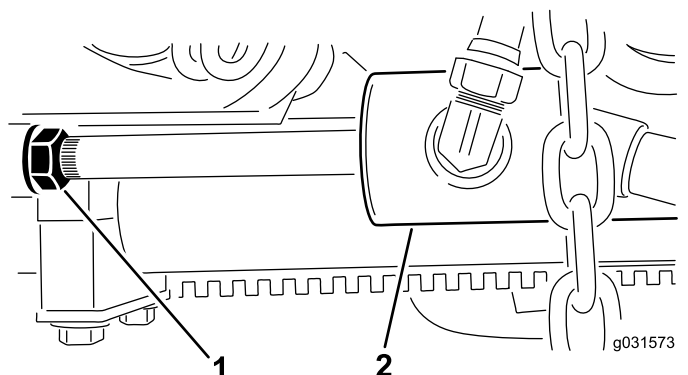

Figura 14
- B. Solte a porca de bloqueio no cilindro (Figura 14).